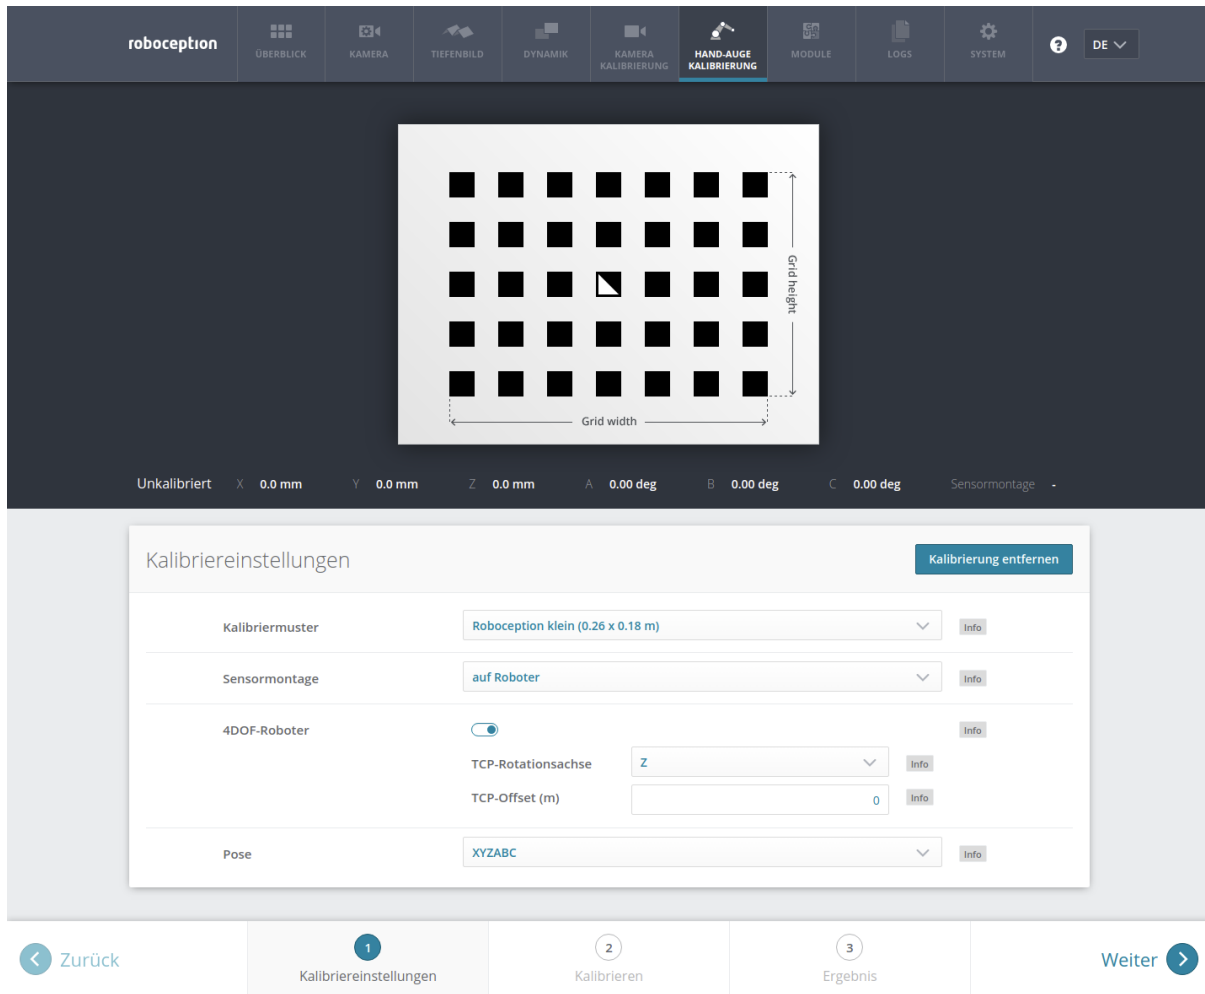

Abb. 6.22: Erfassung der Parameter zur Hand-Auge-Kalibrierung in der Web GUI des *rc\_visard*
**Web GUI-Beispiel:** Die Web GUI bietet eine Oberfläche, über die sich diese Parameter im ersten Schritt der Kalibrierroutine, wie in Abb. 6.22 gezeigt, erfassen lassen. Neben den Angaben zur Mustergröße und Kameramontage kann der Benutzer in der Web GUI auch die Kalibrierung von 4DOF-Robotern einstellen. In diesem Fall müssen die Rotationsachse, sowie der Offset vom TCP zum Kamerakoordinatensystem (für Kameras am Roboter) oder zur Oberfläche des Kalibriermoduls (für statische Kameras) angegeben werden. Außerdem kann das Format für Posen eingestellt werden. Dieses Format wird im nachfolgenden Schritt 2 des Kalibriervorgangs verwendet, um die Roboterposen zu übertragen. Folgende Formate sind möglich: *XYZ-ZABC* für Positionen und Eulersche Winkel oder *XYZ+Quaternion* für Positionen samt Quaternionen für die Darstellung von Drehungen. Für die genauen Definitionen siehe *Formate für Posendaten* (Abschnitt 13.1).